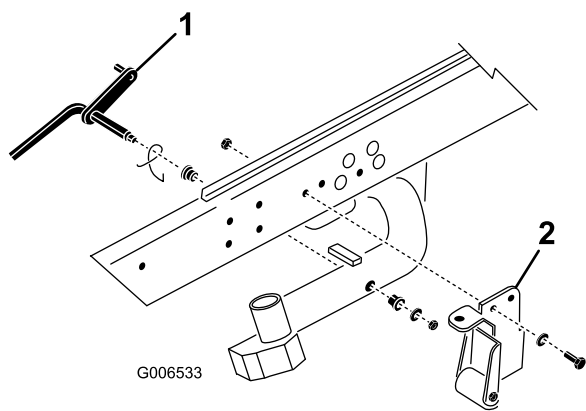

Figura 3
1. Remova a porca de bloqueio e a anilha que fixam a haste de articulação ao braço de elevação número 2 (Figura 3). Retire a haste de articulação e a mola do braço de elevação. Repita o procedimento para os braços de elevação número 1 e 3.
**Nota:** O apoio da inclinação com cilindro e os suportes de apoio da inclinação não são necessários quando se trabalha com unidades de corte DPA (Figura 3).